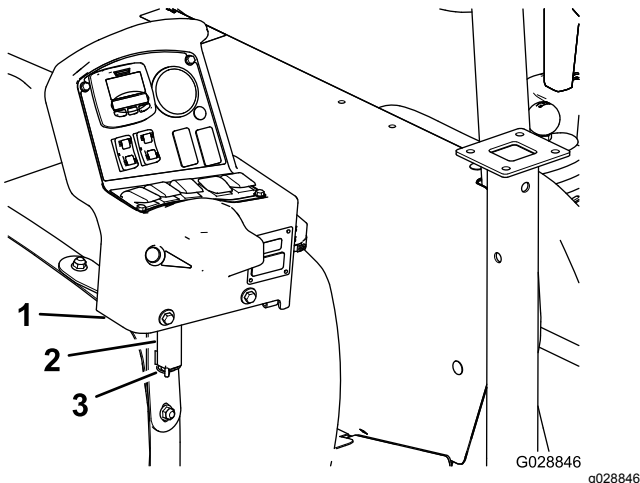

Bild 6
2. Fluchten Sie den Lagerbolzen an der Bedienkonsole an; die Lagerhalterung muss vor dem Behälterriemen sein (Bild 6).
3. Befestigen Sie die Konsole an der Halterung und befestigen den Lagerbolzen mit dem Lastösenbolzen an der Halterung (Bild 6).